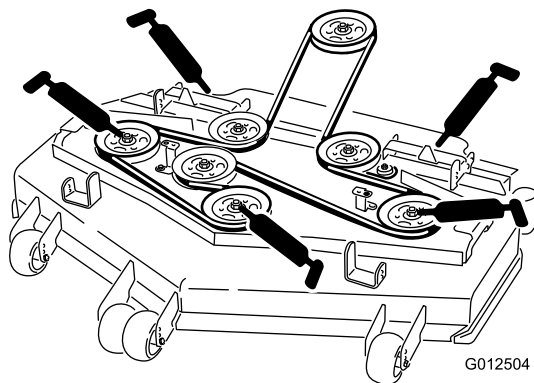

Figure 30
4. Graissez les roulements des trois axes jusqu'à ce que la graisse ressorte (Figure 30).
5. Lubrifiez les graisseurs des bras de poussée (Figure 30).